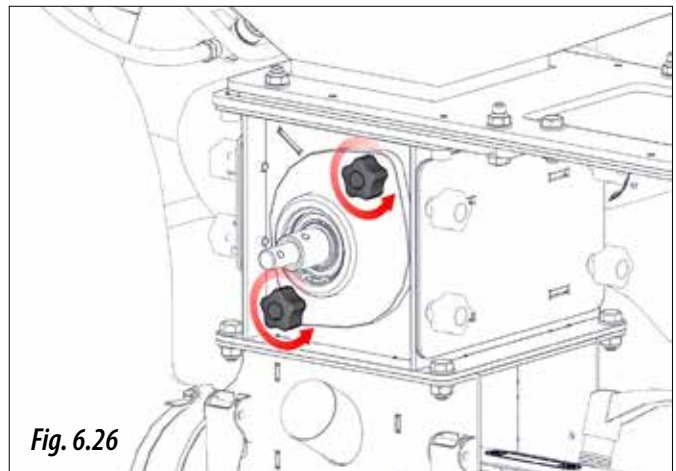

Fig. 6.26
- 2- Sacar los dos pomos (Fig. 6.26).